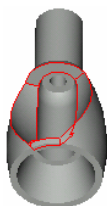
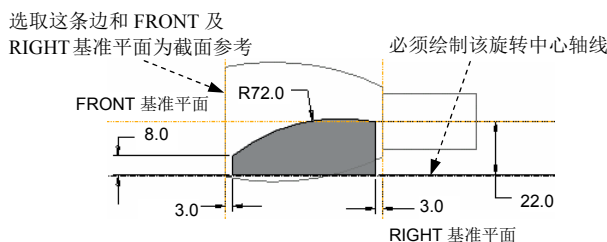

图 5.30.6 实体旋转特征 2
图 5.30.7 特征截面图形
Step4. 添加图 5.30.6 所示的特征——旋转特征 2。
(1) 单击 **模型** 功能选项卡中的  按钮。
(2) 按下“移除材料”按钮 ; 设置草绘平面为 TOP 基准平面, 参考平面为 FRONT 基准平面, 方向为 **底部**; 特征的截面草图为图 5.30.7 中着色部分的轮廓线; 旋转角度类型为 , 旋转角度值为 360。